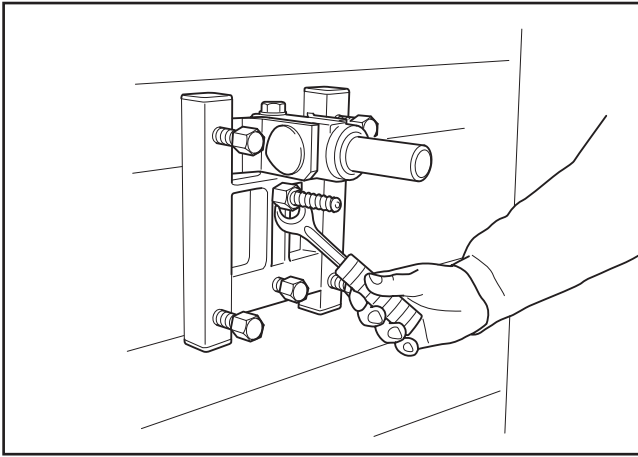

Fig.11
1. Borra hål (15 mm) i väggen och slå i expanderbulten. Skruva fast fotplatta GB 50 AT, använd 24 mm nyckel (Fig. 11).
1. Bor et hul (15 mm) i væggen, og slå ekspansionsboltene i. Skru fodpladen GB 50 AT fast; brug en 24-mm-nøgle (Fig. 11).
1. Bor hull (15 mm) i veggen og slå inn expanderboltene. Skru fast fotplate GB 50 AT, bruk 24 mm nøkkel (Fig. 11).